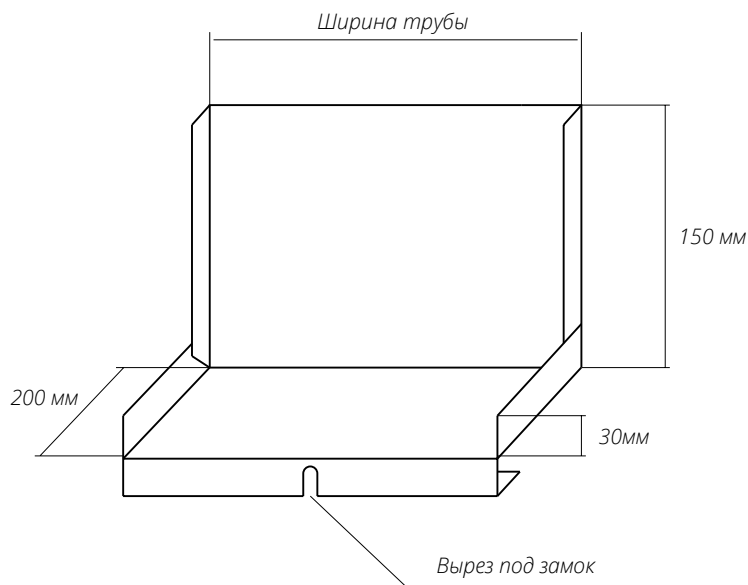

Рис. 5
- Произведите подготовку Планки примыкания к трубе нижней согласно развертке (рис. 5)